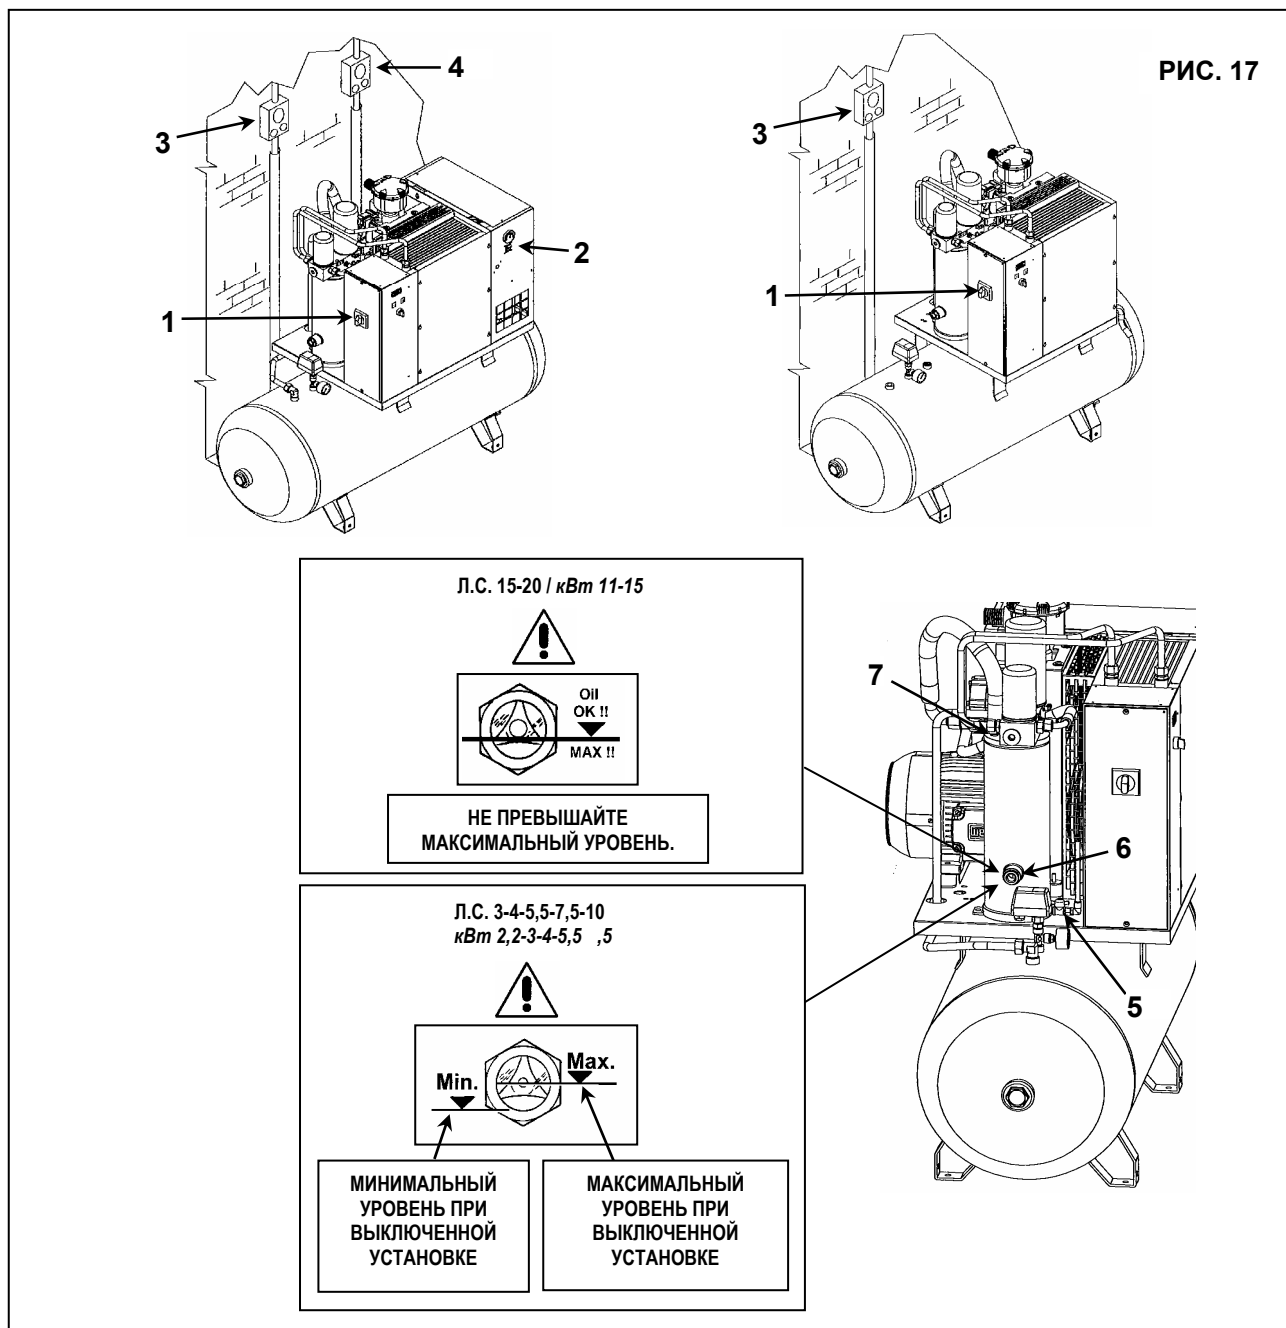

РИС. 17
- Выключите установку, переведя разъединитель, поз. 1, Рис. 17, в положение "OFF".
- Нажмите кнопочный выключатель поз. 2, Рис. 17 (при его наличии на осушителе).
- МЕДЛЕННО поверните краник, поз. 5, рис. 17, и дайте конденсату стечь.
- Проверьте уровень масла по указателю, поз. 6, Рис. 17.
- Выключите установку, переведя разъединитель, поз. 1, Рис. 17, в положение “OFF”.
- Нажмите кнопочный выключатель поз. 2, Рис. 17 (при его наличии на осушителе)
- Медленно отверните крышку маслосазливной горловины, поз. 7, Рис.17, убедившись, что внутри отсутствует давление.
- Добавьте масло того же типа, который залит в компрессор, до максимального уровня, поз. 6, Рис. 17.
- Закройте крышку масляного коллектора, поз. 7, Рис. 17.